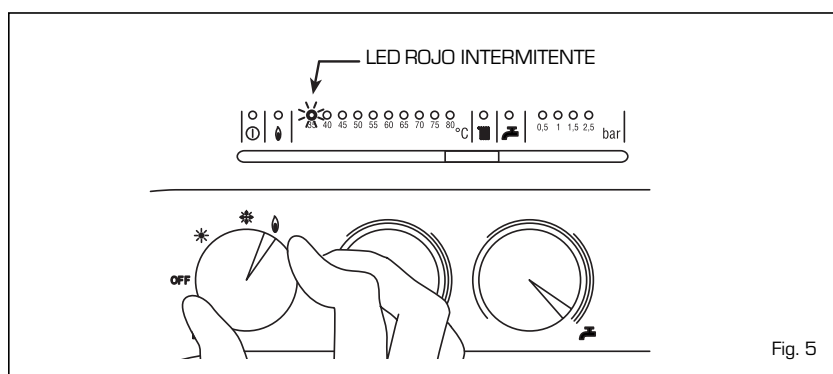

Fig. 5
- Intervención termostato de seguridad (fig. 5).